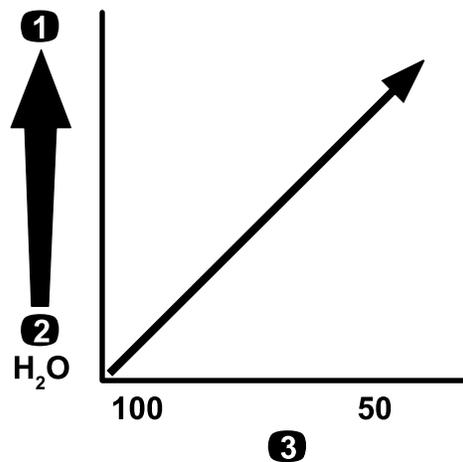

图17
**重要事项** 当使用更高粘度更稠的化学品或含可湿性粉剂的溶液喷洒时可能需要使用适用于可选喷嘴尖过滤器的更粗网孔请参阅图17。